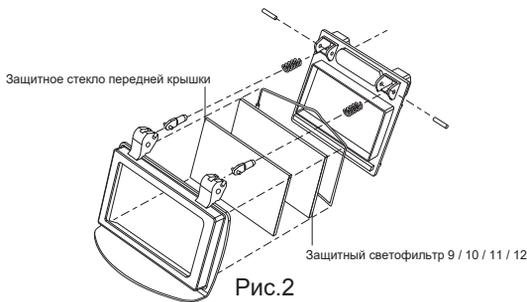

Рис.2
- Замена пластины светофильтра передней крышки. (см. Рис. 2)
- Замена защитного светофильтра. (см. Рис. 2)